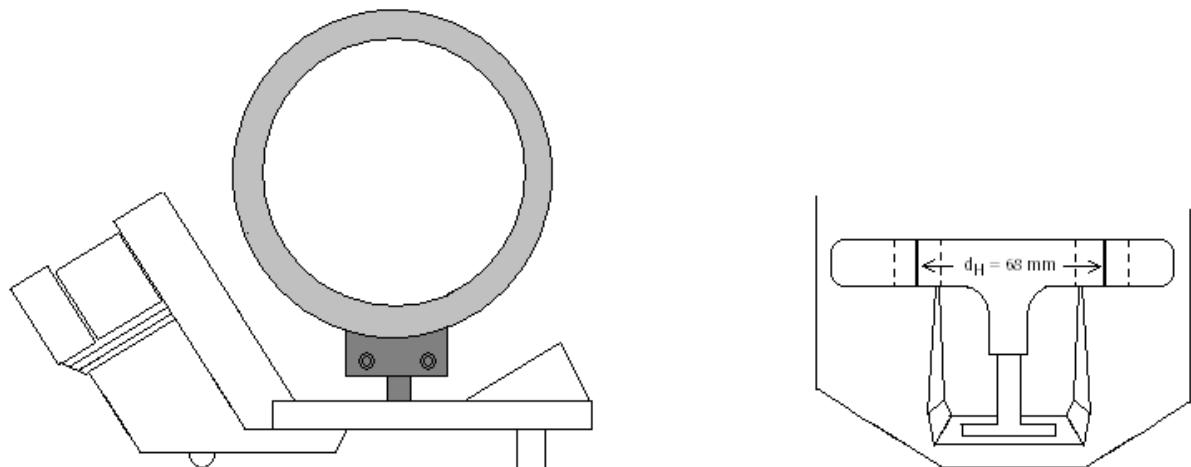

Fig. 2 Aufbau der Spulen für transversales Feld
- Spulen in der Mitte des Spulenschlitzes einsetzen und ganz nach außen schieben. Dabei dar-auf achten, dass die Anschlüsse nach außen weisen (siehe Fig. 2).